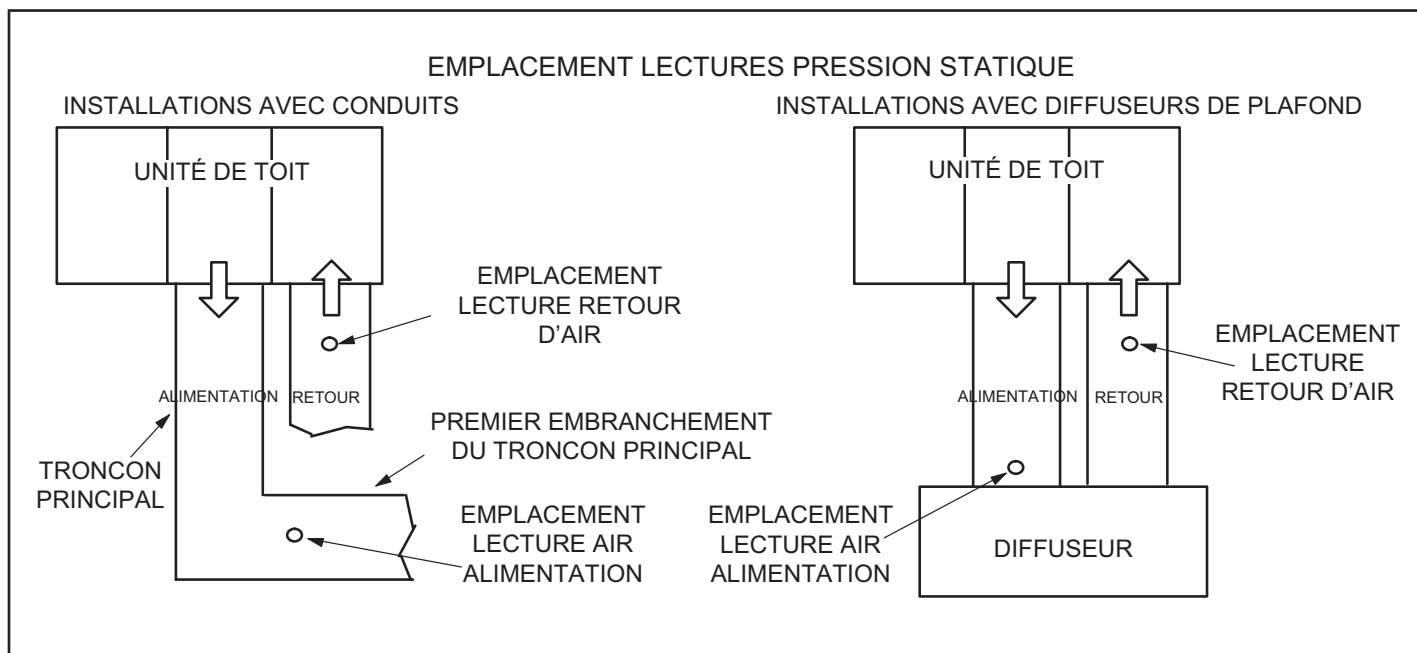

FIGURE 23
- 2- Avec tous les panneaux d'accès en place, mesurer la pression statique à l'extérieur de l'unité (depuis l'alimentation jusqu'au retour). Les données de rendement du ventilateur sont basées sur les mesures de pression statique réalisées aux endroits indiqués à la FIGURE 23.